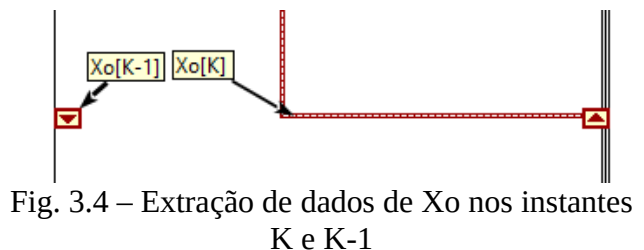

Fig. 3.4 – Extração de dados de X_o nos instantes K e $K-1$
Terminada essa operação, teremos acesso ao elemento X_o do instante K , como também no instante $K-1$, como ilustrado na Fig. 3.4. Como K deve ser sempre > 0 , devemos também criar uma constante que inicializa o valor de $X_o[K-1]$ quando $K=0$. Além disso, segundo o que vimos no item 2.1, devemos subtrair $X_o[K]$ de $X_o[K-1]$. Para isso, efetue: